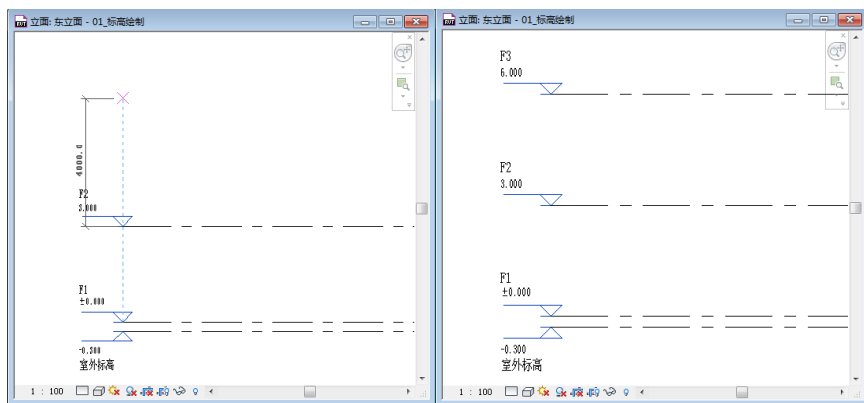

图 1-8
- 单击“常用”选项卡>“基准”面板>“标高”工具, 光标在绘图区域移动到现有标高左侧标头上方, 当出现蓝色虚线时, 单击开始从左向右绘制标高, 当光标移动到标高右侧出现蓝色虚线时单击, 完成绘制后将标高 F3 高度调整为“6.000”(如图 1-8 所示)。